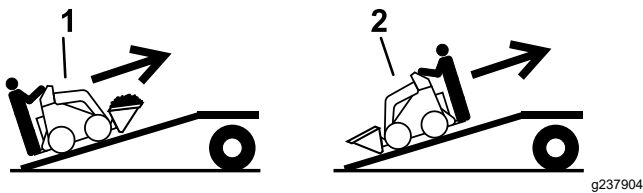

Figure 13
5. Placez toujours l'extrémité la plus lourde de la machine en haut de la rampe, la charge en bas, lorsque vous chargez la machine sur la remorque (Figure 13).